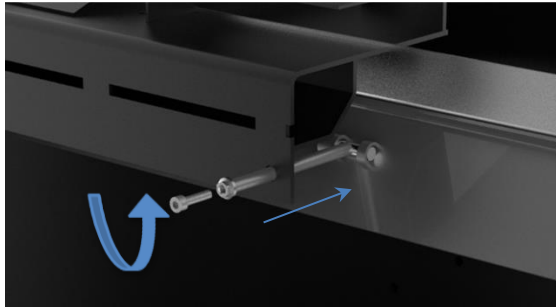

Figure 17 - Régulation du déflecteur de fumée
* Remarque : si l'installation présente un mauvais tirage, il est possible de régler la butée du clapet afin de faciliter le passage de la fumée par le col de la cheminée, Figure 17. Cette opération doit être effectuée par un technicien spécialisé.